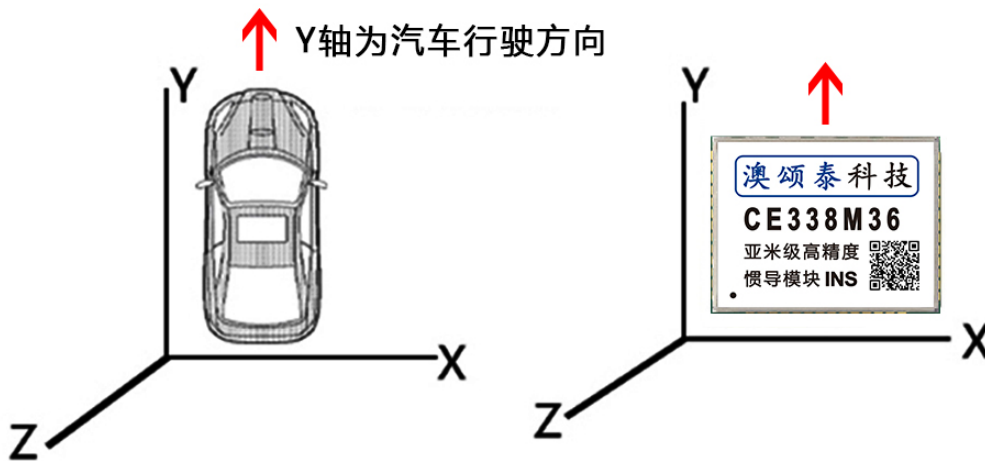

图6 安装方位图
3、在无外接车辆行驶速度输入时，模块航向角要注意与车辆行驶方向保持一致（如安装方位图6示），俯仰角和横滚角可在正负90度以内安装使用。
4、如果要应用车辆姿态和驾驶行为分析功能，模块航向角要注意与车辆行驶方向保持一致（图6），俯仰角可在正负90度以内安装使用，横滚角可在正负180度以内安装使用。